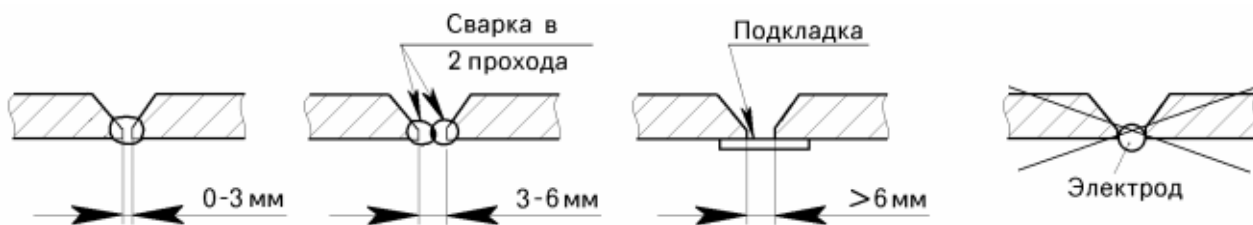

Рисунок 16.3 – Методы сварки первого слоя
- в случае, когда зазор не более 3 мм – проплавить полностью корень шва (рисунок 16.3);